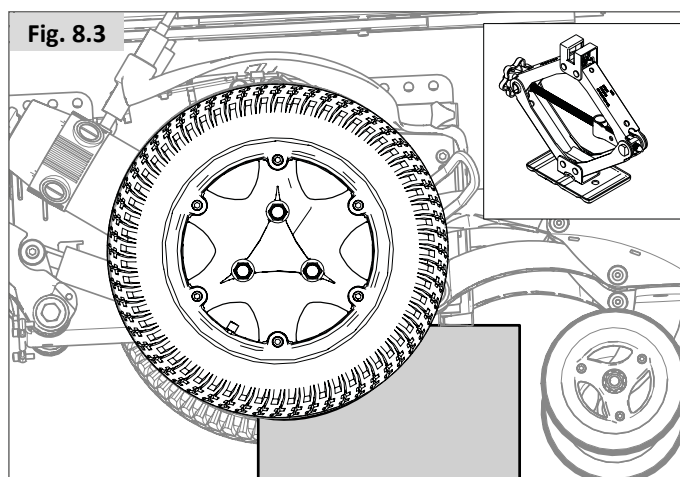

Fig. 8.3
- Trekk opp basen/batteriboksen, og støtt den ved bruk av blokker, (Fig. 8.3).